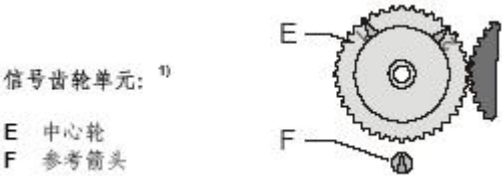

图4：中心轮——开始第一个末端位置调整前的起始位置
- 在开始行程极限调整之前，手动调整中心轮E到图4所示的位置上 1)。
- 中心轮（E 部分，图4，见11.4.6.1节）自首次末端位置调整后，再没有被调整过1)。（即没有用手抓住D 部分不动，调整E 部分动；或由于中心轮运行到机械限位，造成执行机构在动，而中心轮不动。这两种情形下，都必须按照11.4.6.1节所述步骤进行首次调整）。